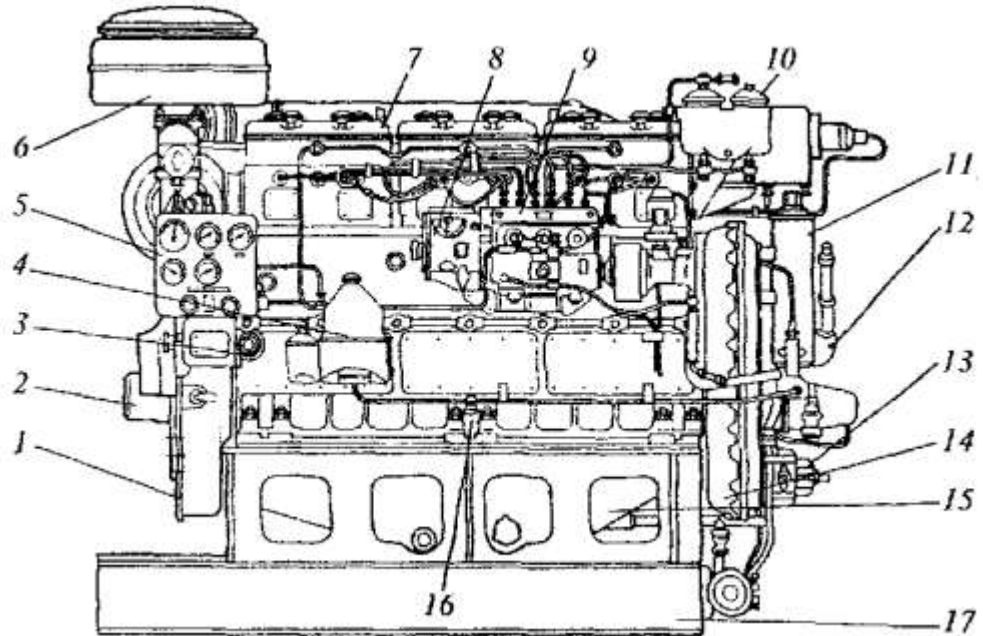

Рисунок 1 Дизель К-61М2
1) Какой узел или агрегат обозначен под цифрой 5 дизеля К-461М2 (рисунок 1)?